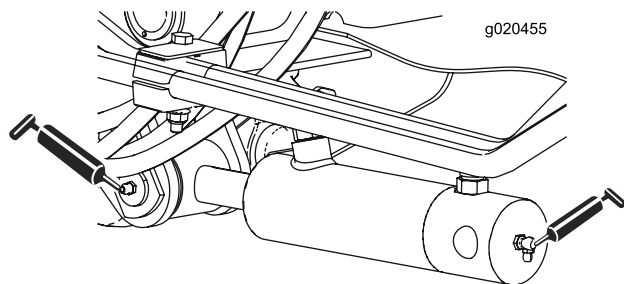

Bild 44
- Hubarmzylinderbüchsen (2) (Bild 44)